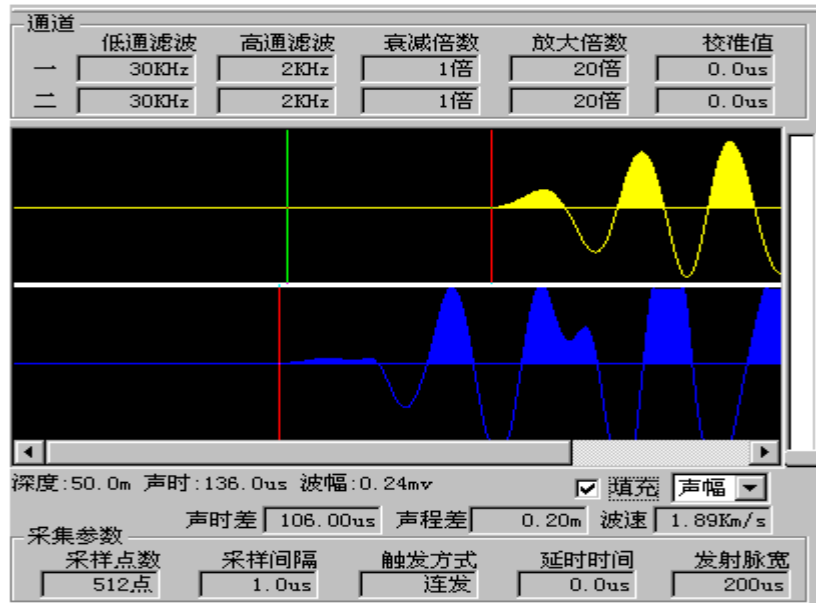

图 4-2-21 判读声时
54.00 米深度的测点详细信息显示在上半部分(图 4-2-21 所示)，你可以看到该测点的滤波参数、采样参数、声时、声速、填充效果等，如果判读线稍有误差的话，你也可手动移动判读线，进行声时的调整。